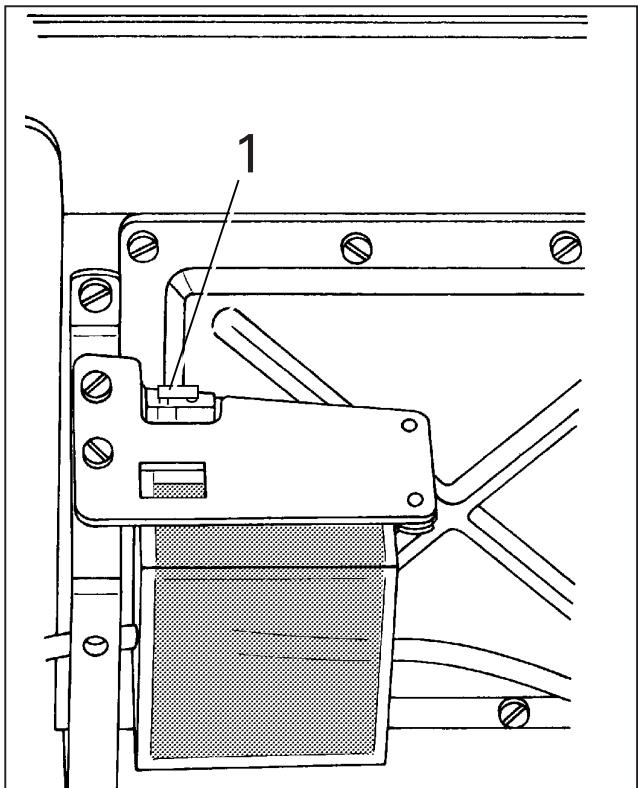

Fig. 1
- Enlever le bouchon 1 (fig. 1). Celui-ci ne sert que de sécurité pendant le transport et ne peut être utilisé pendant la couture.